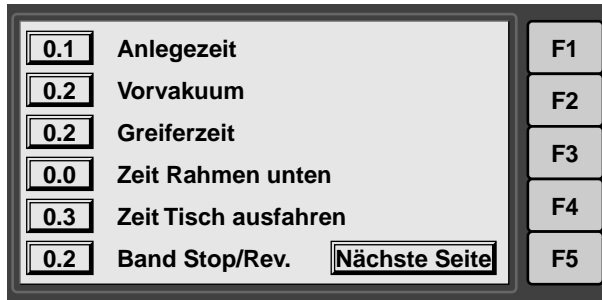

Bild 5-4. Menü „Zeiten“
- * Rufen Sie im Hauptmenü mit **F3** das Menü „Zeiten“ auf (Bild 5-4).
- * Stellen Sie die Zeiten als Grundeinstellung entsprechend Bild 5-4 ein: Wählen Sie das Eingabefeld mit den Cursortasten an und geben Sie die Zeit (in s) mit den Zahlentasten ein; bestätigen Sie die Eingabe mit **Enter**.